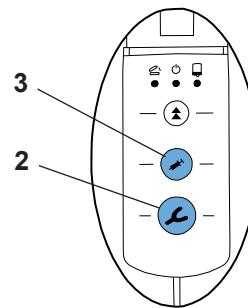

Fig. 8
- Programmet ST aktiveres automatisk, hvis operatøren trykker på en af forsyningstasterne (aftryksskele (2, Fig. 8) eller aftrykssprøje (3, Fig. 8)) uden at vælge et blandeprogram. Lampen tændes ved siden af ST.